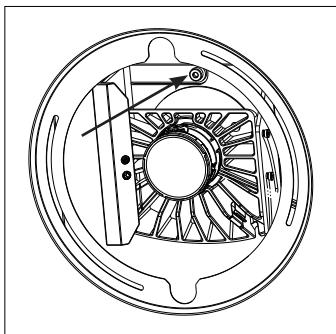

fig. 18 (verrouillage)
- a. Déverrouillez le châssis de l'émetteur en desserrant la vis de verrouillage avec un outil hexagonal de 4 mm (voir fig. 18).